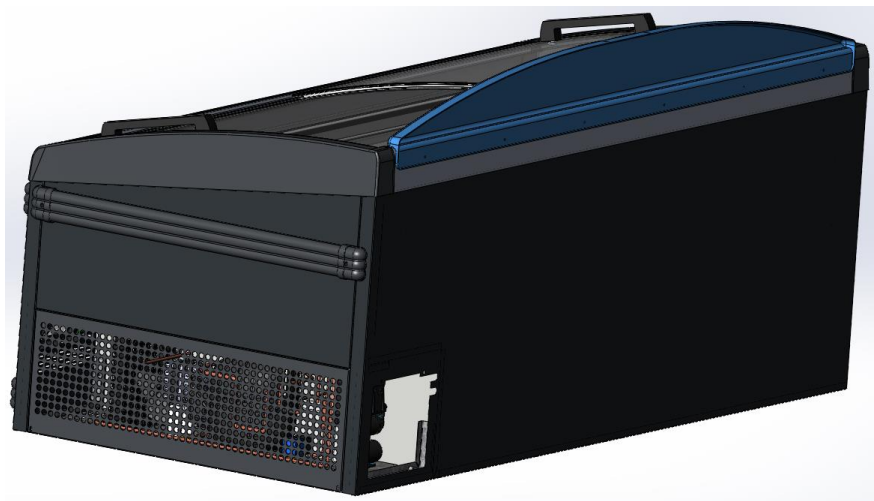

Рис.4.2.6. Декоративна накладка.
6. На торцевих вітринах, монтується пластикова накладка і далі встановлюються панелі пильників та з'єднується з іншими вітринами (рис. 4.2.6).